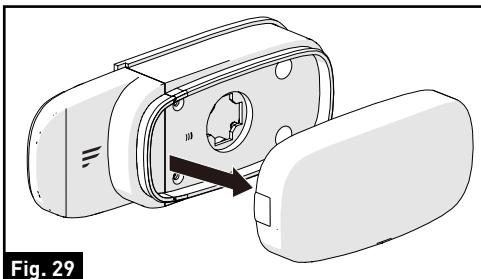

Fig. 29
2. Retire la tapa de la lente raspando la ranura en el costado del semáforo. (Fig. 29)